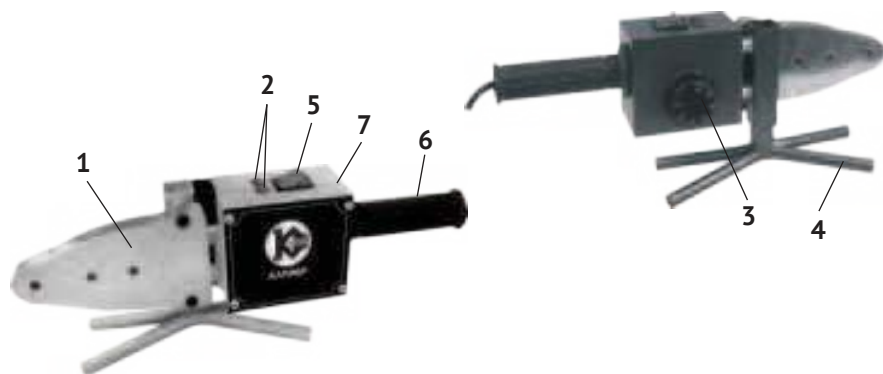

рис. 1
4.1 Общий вид сварочного аппарата представлен на рис. 1
4.2 Сверху на корпусе (рис.1 поз.7) аппарата расположены клавиши (рис.1 поз.5) переключателя режимов нагрева и, соответствующие им индикаторы (рис.1 поз.2). Нажав одну клавишу, устанавливаем режим нагрева с мощностью 1000 Вт, при нажатии обеих клавиш устанавливается режим нагрева с мощностью 2000 Вт. Включение ТЭНа (при подключённом к сети аппарате) и установка температуры осуществляется ручкой термостата (рис.1 поз.3). Термостат поддерживает (в интервале от 50 до 300 °С) выставленную температуру в автоматическом режиме.
6.1 Из кейса извлеките подставку (рис.1 поз.4). Установите её на ровной и надёжной поверхности рабочего стола (верстака).
6.3 С обеих сторон нагревательного элемента (рис.1 поз.1) установите и через отверстия закрепите парные насадки, необходимые для предстоящей работы. Насадки должны быть чистыми.
7.1 Включите сварочный аппарат в сеть. Включите ручкой (рис.1 поз.3) термостат и установите необходимую (для конкретного материала) температуру сварки.
7.2. Для достижения рабочей температуры нагревательного элемента (рис.1 поз.1) и установленных насадок потребуется некоторое время. Выключатель (рис.1 поз.5) имеет 2 режима нагрева тэна: I - 1000 Вт, II - 2000 Вт. Индикаторные лампочки (рис.1 поз.2) указывает на нагрев в одном из режимов и готовности сварочного аппарата к работе. Будьте крайне осторожны.
Корректировку температуры производите регулятором температуры нагрева ручкой термостата (рис.1 поз.3).